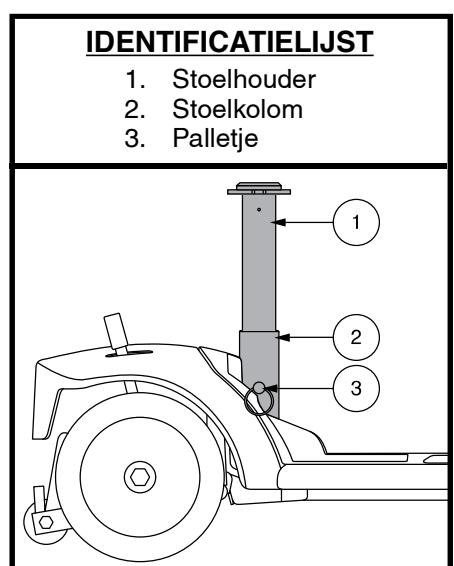

Figuur 25. Verstelling van de zitting
Met behulp van de hendel voor het draaien van de zitting, deze bevindt zich aan de rechter kant van de zitting, kunt u de zitting naar verschillende posities verplaatsen. **Zie figuur 25.**
1. Maak de vergrendelknoppen van de armleuningen los. **Zie figuur 25.**